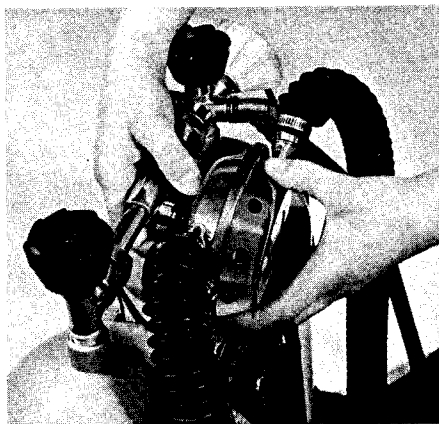

Abb. 4 Lungenautomat anschließen 29877
- 1 Den Lungenautomaten durch Drehen der Anschlußschraube bis zum Anschlag an das Flaschenpaket schrauben, bzw. bei Flaschenpaketen mit Bügelanschluß den Lungenautomaten am Anschlußstutzen durch Anziehen der Knebelschraube festziehen. Keine Werkzeuge benutzen (Abb. 4). Auf einen unbeschädigten Dichtring an den Anschlußteilen achten. Die Schlaucheingänge sollen bei stehender Flasche nach oben weisen.